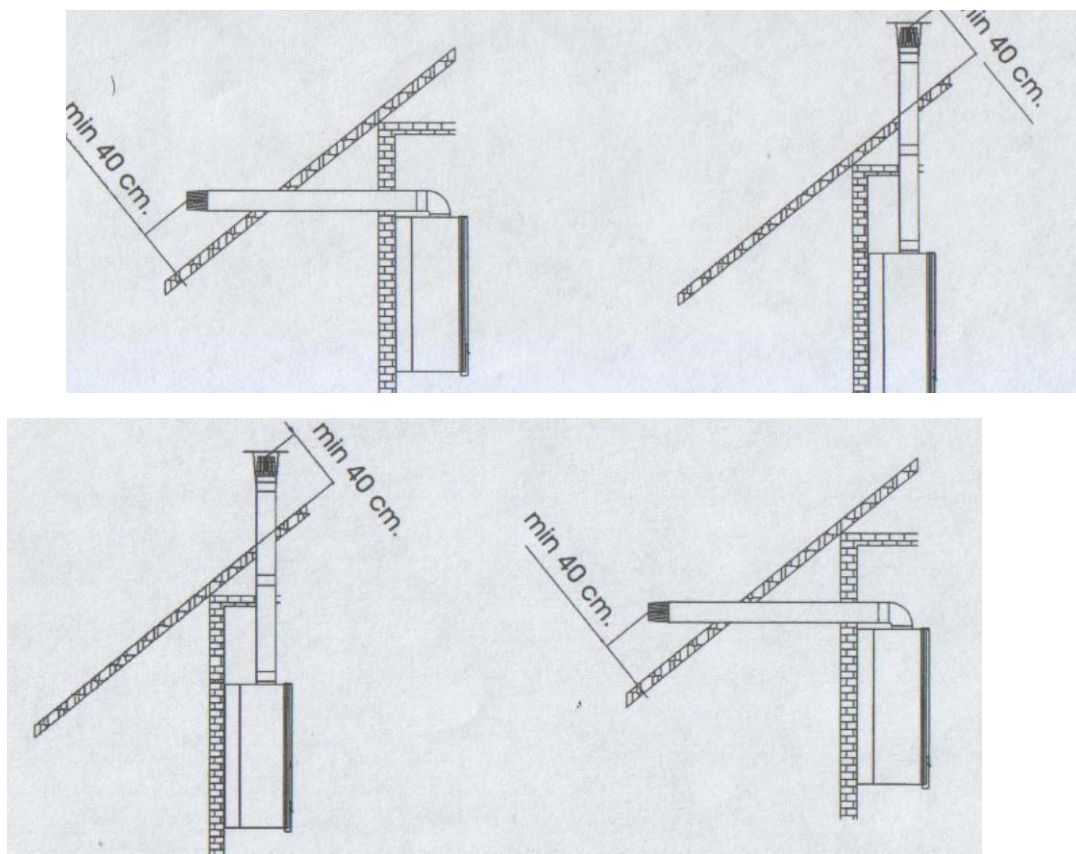

Рисунок 11
- При монтаже оборудования на чердачный этаж или в комнаты под чердаком или крышей, конец трубы вытяжки должен быть на высоте минимум 40 см. (Рис.11)